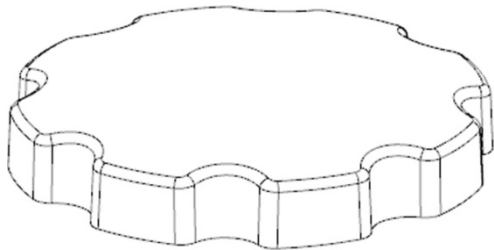

图 7-1 产品结构图
(1) 启动 NX 10.0, 打开 xn.prt 文件, 产品结构如图 7-1 所示。